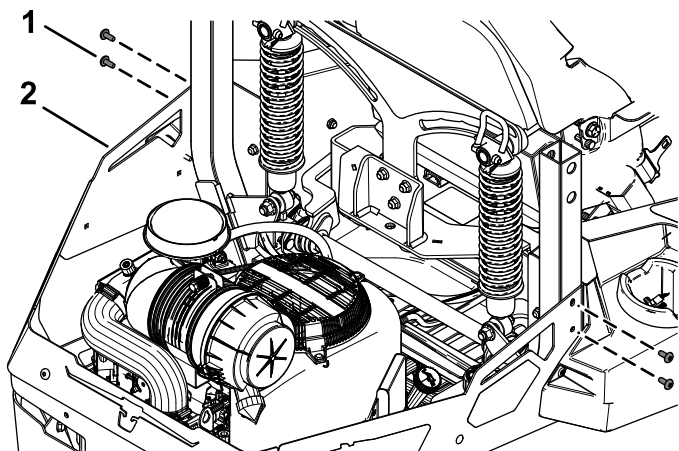

Рисунок 1
3. Отверните 4 болта с полукруглыми головками (5/16 x 3/4 дюйма) с задних ограждений (Рисунок 1).
7. Заверните 4 ранее снятых болта с полукруглыми головками ($\frac{5}{16}$ x $\frac{3}{4}$ дюйма) в задние ограждения (Рисунок 1).